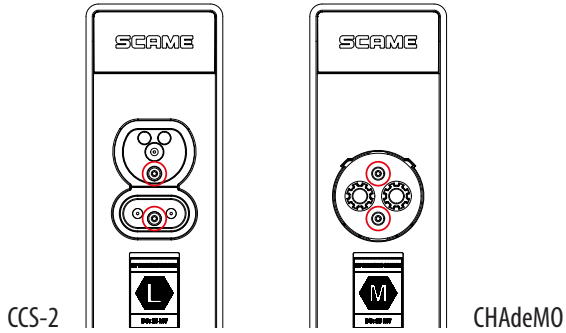

Imagen 15: TORNILLOS DE MONTAJE DE LOS SOPORTES FRONTALES
- Fije la pieza en su sitio utilizando los dos tornillos M5x12 suministrados. Vea la imagen 15.